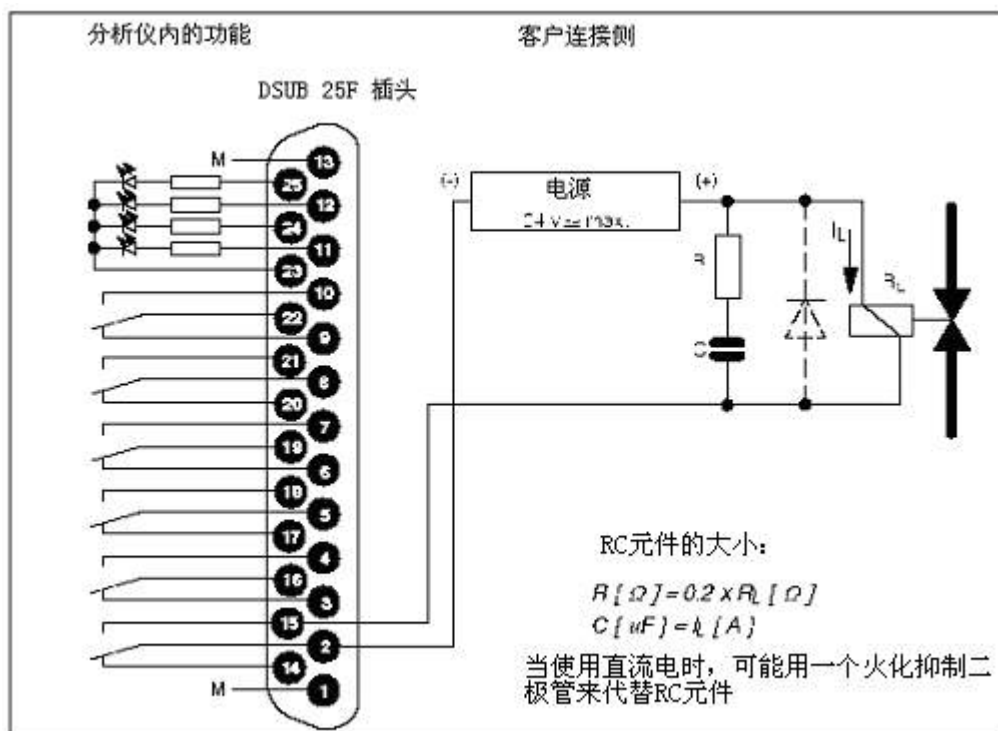

图 2-2 在一个继电器触点处抑制火花的实例
- RC 元件必须要按照图 2-2 所示那样连接以作为一个抑制在继电器连接处(例如:极限继电器)产生火花的方法。注意:RC 元件会因某感应组件而导致响应滞后(例如:电磁阀)。